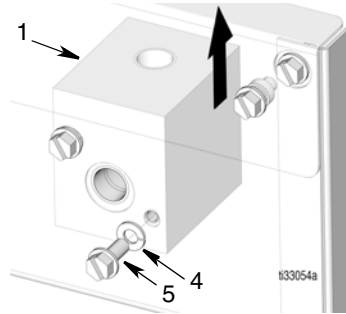

图 22
- 从歧管 (2) 上取下螺丝 (5) 和垫圈 (4)。将歧管 (2) 径直抬起并从机油架壳体中拿出来 (图 22)。